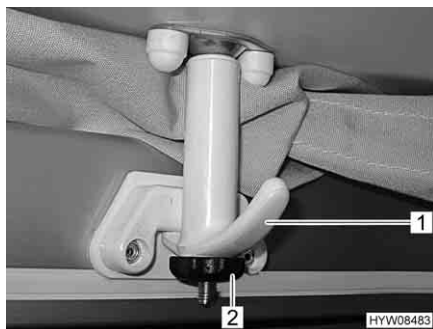

Fig. 26 Tenditore bloccato
- Serrare la vite a testa cilindrica zigrinata (Fig. 26,2) sui due tenditori anteriori (Fig. 26,1). Il tetto sollevabile risulta così bloccato e non può sollevarsi.